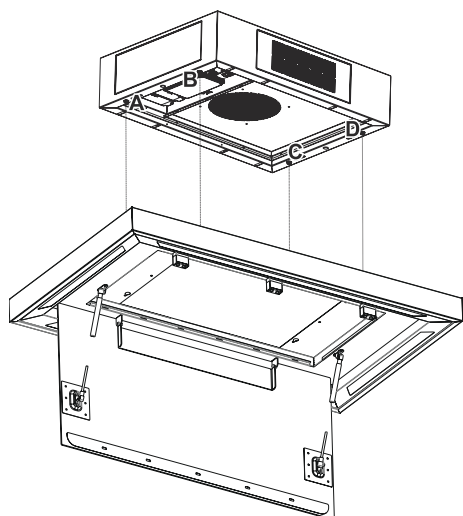

Fig. 17
- 3.** På punkterne A, B, C & D er der 4 stk skruer (Fig. 17).
Løft emhættekabinettet og placer den på punkterne A, B, C & D (Fig. 17).